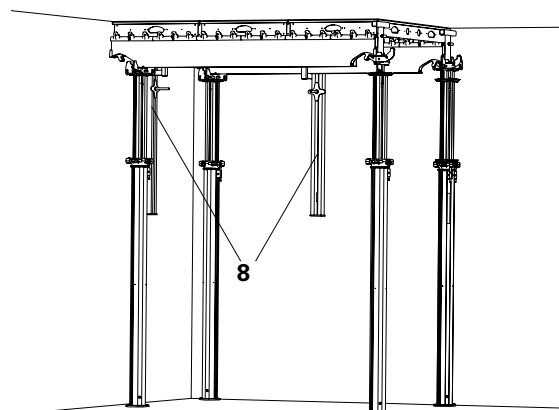

Fig. A4.08
→ O módulo de arranque está concluído. (Fig. A4.08)
4. Remover os tripés. (Fig. A4.08)